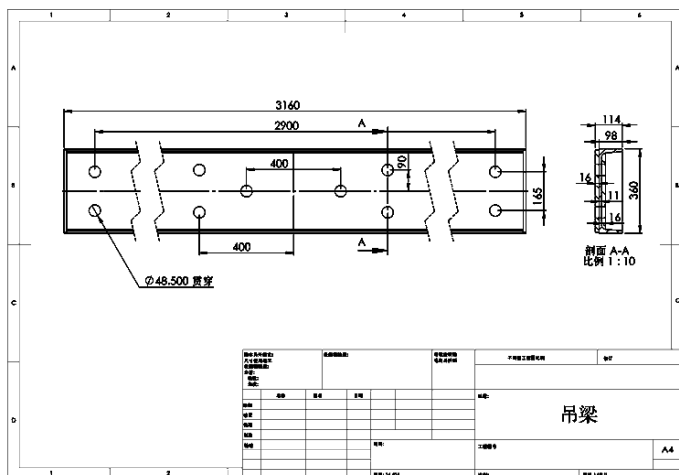

图 7-48 为视图添加尺寸标注效果
STEP 6 单击“注解”工具栏中的“智能尺寸”按钮, 按照与在草图中标注尺寸相同的操作为视图添加如图7-48所示的标注, 并单击“注解”工具栏中的“孔标注”按钮, 单击视图左下角的圆孔, 添加孔标注(并添加图样名称)。